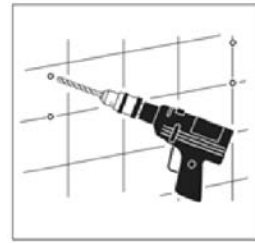

Fig.3
2. Take away the mounting plate after marking is done. Start to drill holes at the marked screw locations, Fig.3
2. Retirer la plaque de montage une fois le marquage terminé. Commencer à percer des trous aux emplacements de vis marqués (fig. 3).
2. Quita la placa de montar y haz los hoyos donde ya ha marcado, Fig.3.